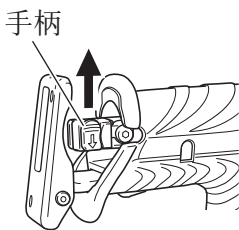

图 5
- (4) 松开手柄时，弹簧的弹力会使手柄自动返回正确的位置。(图 5)